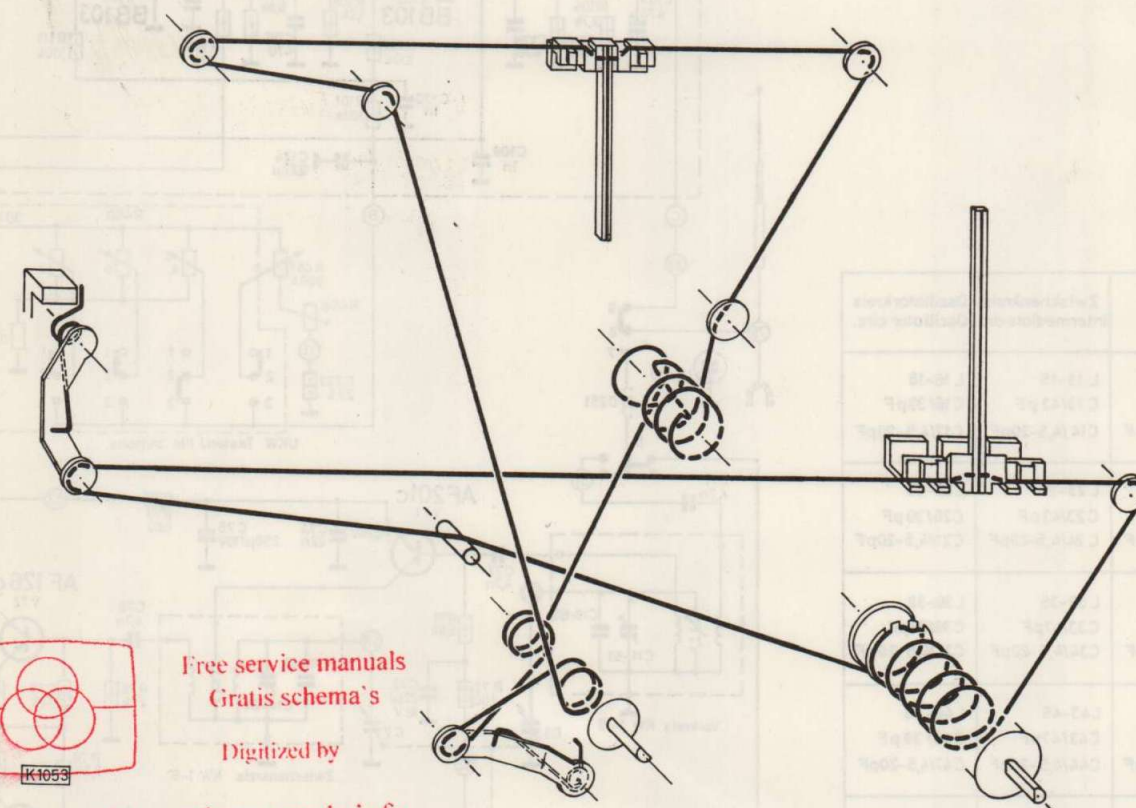

Fig. 10
- 7.2 Seilzüge nach Fig. 10 auflegen. Zum Auflegen des Seilzuges für die obere Skala (Länge ca. 0,6 m) muß der Seilzug für die untere Skala (Länge ca. 0,5 m) und der Reflektor abgenommen werden.
- 7.2 Place drive cables as shown in fig. 10. Before placing the drive cable for the upper dial (length approx. 0.6 m) it is requested to remove the drive cable for the lower dial (length approx. 0.5 m) and the reflector.